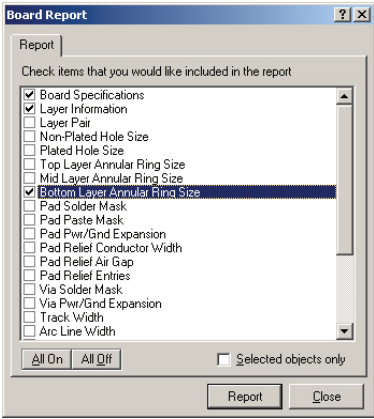

图 6-128 “Board Report” 对话框
2) 单击图 6-124 所示对话框中的“Report”按钮，系统将弹出如图 6-128 所示的“Board Report”对话框，用户可以选择需要产生报表的项目，选中各项目的复选框即可。用户也可以单击“All On”按钮，选择所有项目；或者单击“All Off”按钮，不选择任何项目。另外用户也可以选中“Selected Objects”复选框，只产生所选中对象的板信息报表。